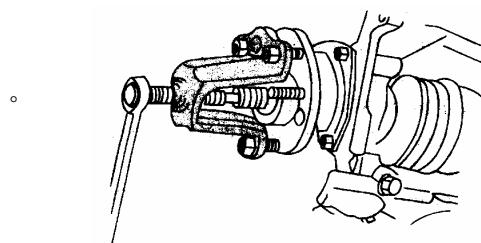

图 1-10 分离车轮轴承
- (3) 拆卸制动钳托架及制动钳拆下制动钳体, 并将制动钳固定在车身上, 使得制动管路不会因为的制动钳重量而弯曲甚至被损坏拆卸制动盘。
- (4) 拆卸传动轴螺母。
- (5) 如图 1-10 所示, 用三颗车轮螺母将轮毂芯轴拆卸工具连接到车轮轴承 / 轮毂上分离传动轴与车轮轴承。